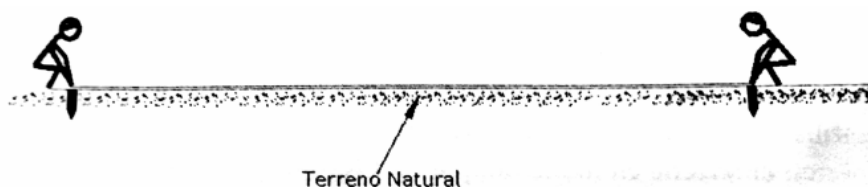

Figura 1. Medidas con cinta en terreno plano
2. Materializar en campo mínimo cinco (10) vértices del polígono con las estacas. Cada uno de los puntos del polígono deben estar separados entre sí mínimo 15 metros de distancia.
- Cuando el terreno es totalmente plano y no existe vegetación u otra clase de obstáculos que impidan realizar la medición, se debe colocar la cinta directamente sobre los puntos materializados (la cinta debe estar paralela al terreno y garantizando en todo momento la horizontalidad), tensionar la cinta de manera adecuada y con plena comunicación y coordinación entre los cadeneros (ayudantes de topografía); tal como se ilustra en la figura 1, la persona que está en el punto cero de la cinta debe garantizar que dicho cero coincida con el punto materializado cuando la otra persona tensione y realice la medida. Para una buena técnica, al inicio es importante realizar varias series de mediciones que permitan comprobar la precisión de los datos.